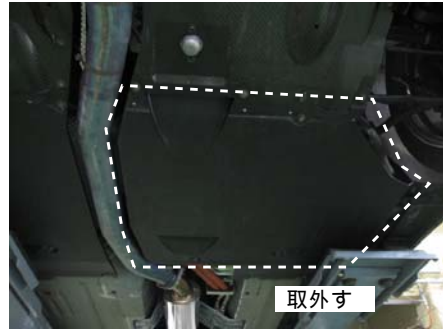

図1-1-1
(1) トランスミッション下部のアンダカバーを取外してください。(図1-1-1)
(2) トランスミッションからオイルを抜き、オイルパンを取外してください。